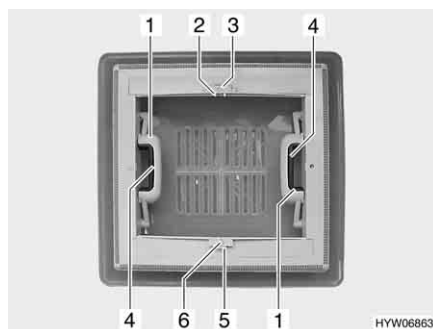

Fig. 18 Oblò a scatto
Apertura: ■ Premere la chiusura a scatto (Fig. 18,4) verso l'interno dell'oblò. Premere contemporaneamente verso l'alto l'oblò con la maniglia (Fig. 18,1).
Chiusura: ■ Tirare con forza verso il basso le due maniglie (Fig. 18,1) dell'oblò, fino a quando non scattano entrambe le chiusure.
Chiusura: ■ Premere l'arresto (Fig. 18,5) verso il lato esterno dell'oblò.
■ Tirare l'oscurante a rullo per la maniglia (Fig. 18,6) fino alla maniglia contrapposta della zanzariera a rullo (Fig. 18,2) e farla innestare.
Apertura: ■ Serrare la maniglia (Fig. 18,2). L'arresto si sblocca.
■ Ricondurre lentamente l'oscurante a rullo accompagnandolo con la maniglia (Fig. 18,6).
- Premere l'arresto (Fig. 18,3) verso il lato esterno dell'oblò.
- Tirare la zanzariera a rullo per la maniglia (Fig. 18,2) fino alla maniglia contrapposta dell'oscurante a rullo (Fig. 18,6) e farla innestare.
- Serrare la maniglia (Fig. 18,2). L'arresto si sblocca.
- Ricondurre lentamente la zanzariera a rullo accompagnandola con la maniglia (Fig. 18,2).